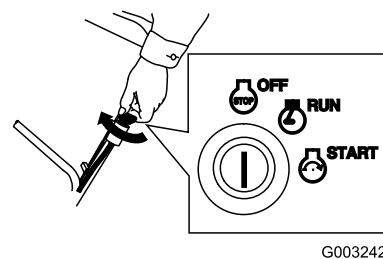

Figura 19
1. Gire la llave a la posición de Desconectado (Figura 19).